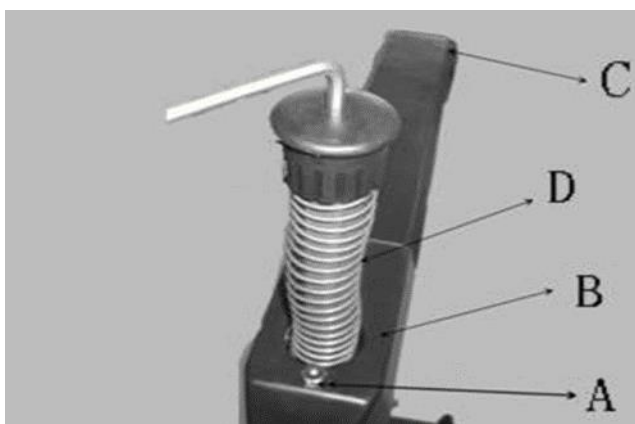

Рис. 10.9
10.1.10 Извлеките упаковку из защитного чехла. Вставьте большое отверстие кожуха в верхнюю часть шестигранного вала, а маленькое отверстие - в крепежный болт передней стопорной пластины, затем затяните накидную гайку (рис. 10.9 A) и крепежный винт (рис. 10.8 C), установите пружину вертикального вала (рис. 10.9 D), колпачок вертикального вала и крепежный винт (рис. 10.8 D), (рис. 10.8 C) и затяните.